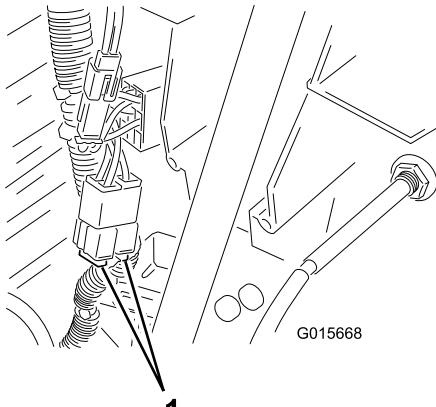

Figura 27
1. Levante el capó y localice el fusible debajo del depósito de combustible (Figura 27).